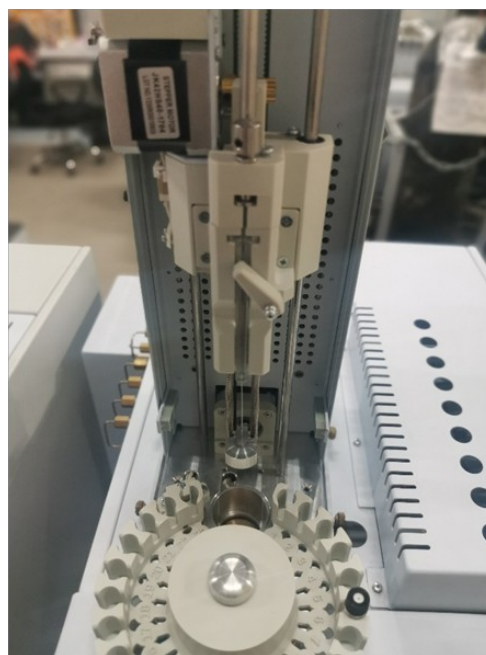

Рис. 33: Исходное положение карусели
2. Механически поверните карусель в исходное положение (Рис. 33).